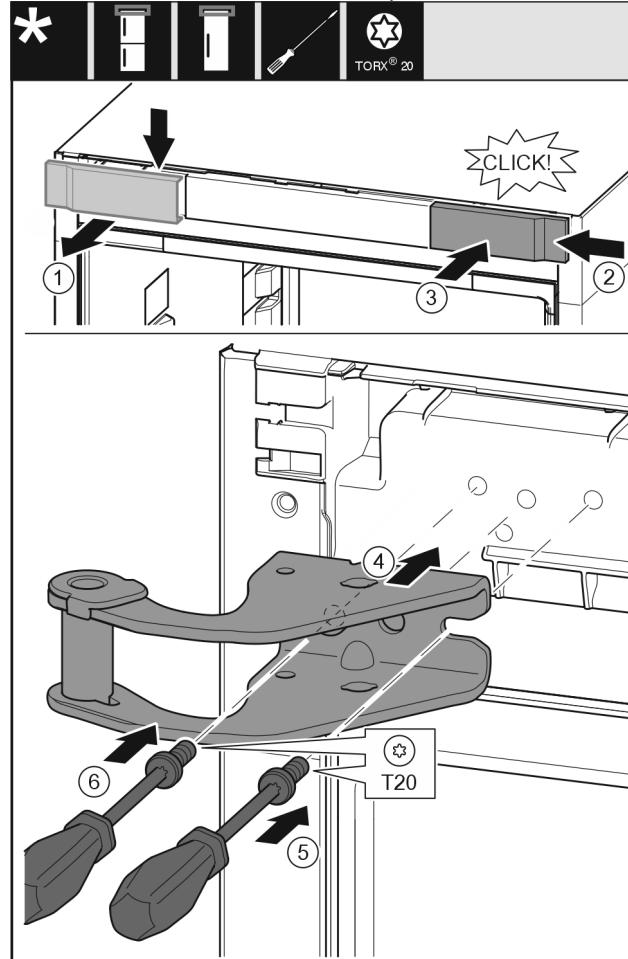

Fig. 8
- Αφαιρέστε το κάλυμμα από επάνω προς τα εμπρός. Fig. 8 (1)
- Αναρτήστε το κάλυμμα υπό γωνία 180° στην άλλη πλευρά από δεξιά. Fig. 8 (2)
- Κουμπώστε το κάλυμμα. Fig. 8 (3)
- Τοποθετήστε το επάνω στήριγμα. Fig. 8 (4)
- Τοποθετήστε τη βίδα με κατσαβίδι T20 και σφίξτε τη. Fig. 8 (5)
- Τοποθετήστε τη βίδα με κατσαβίδι T20 και σφίξτε τη. Fig. 8 (6)